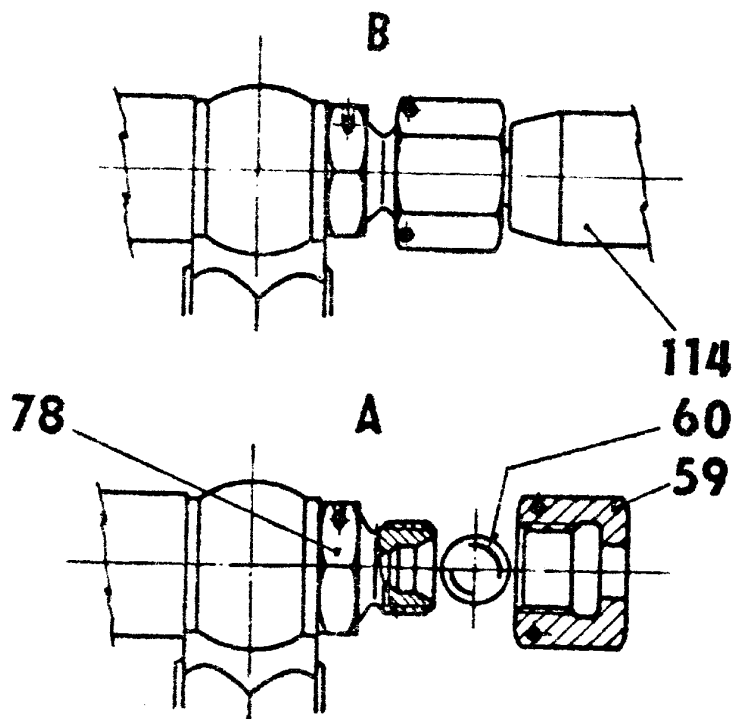

Рисунок 11-34 Подключение манометра
### (2) Проверка Регулировка редукционного вентиля - Рисунок 11-34